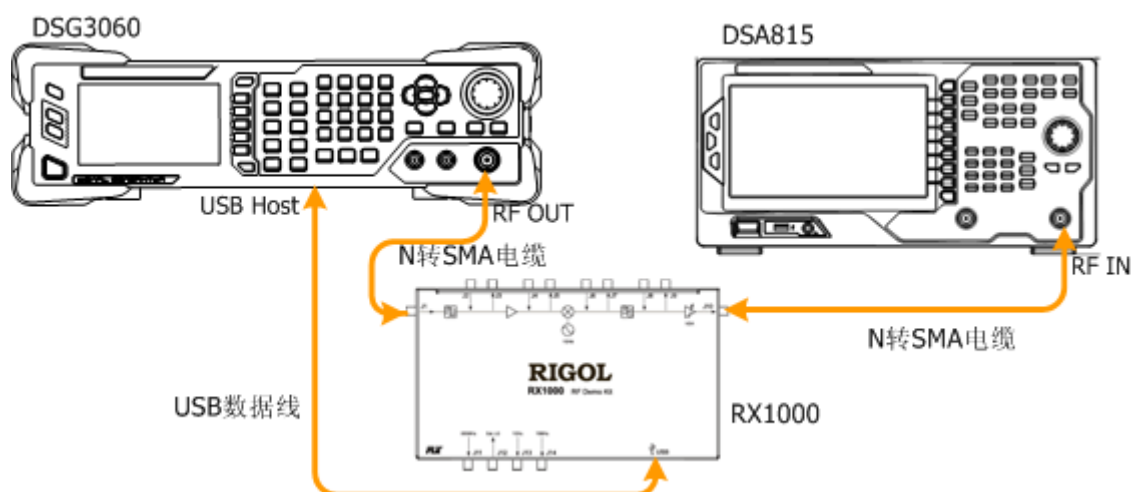

图 6 测试 RX1000 的变频功能
- 按图 6 所示，使用 USB 数据线连接 DSG3000 系列射频源和 RX1000；使用一根 N-SMA 线缆连接 RX1000 的 J1 端子和射频源的 RF 输出端；使用另一根 N-SMA 线缆连接 RX1000 的 J10 端子和频谱仪的射频输入端。